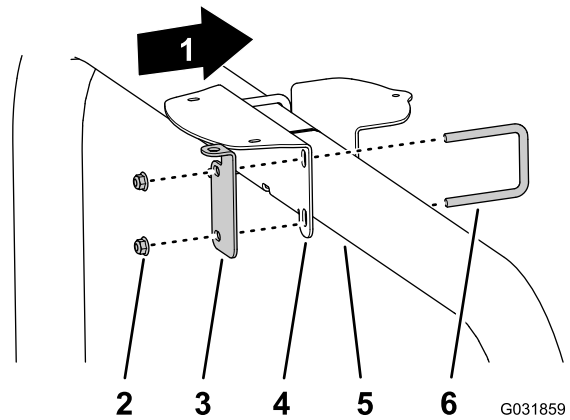

Bild 144
- Wenn die Maschine mit GNSS und dem CDMA- oder GSM-RTK-Berichtungsmodemkit ausgerüstet ist, befestigen Sie die Empfängerbefestigung und die RTK-Antennenhalterung mit den zwei U-Bügeln und vier Sicherungsbundmuttern (3/8") am Überrollschutzrohr (**Bild 144**).